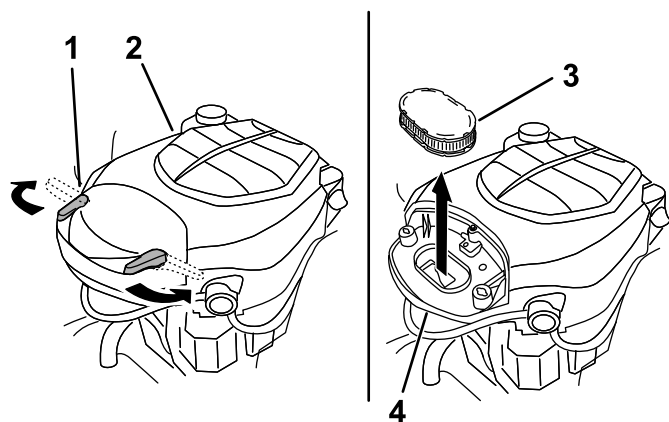

Figure 31
2. Déposez le couvercle pour accéder à l'élément filtrant (Figure 31).
6. Reposez le couvercle et fixez-le avec les verrous (Figure 31).